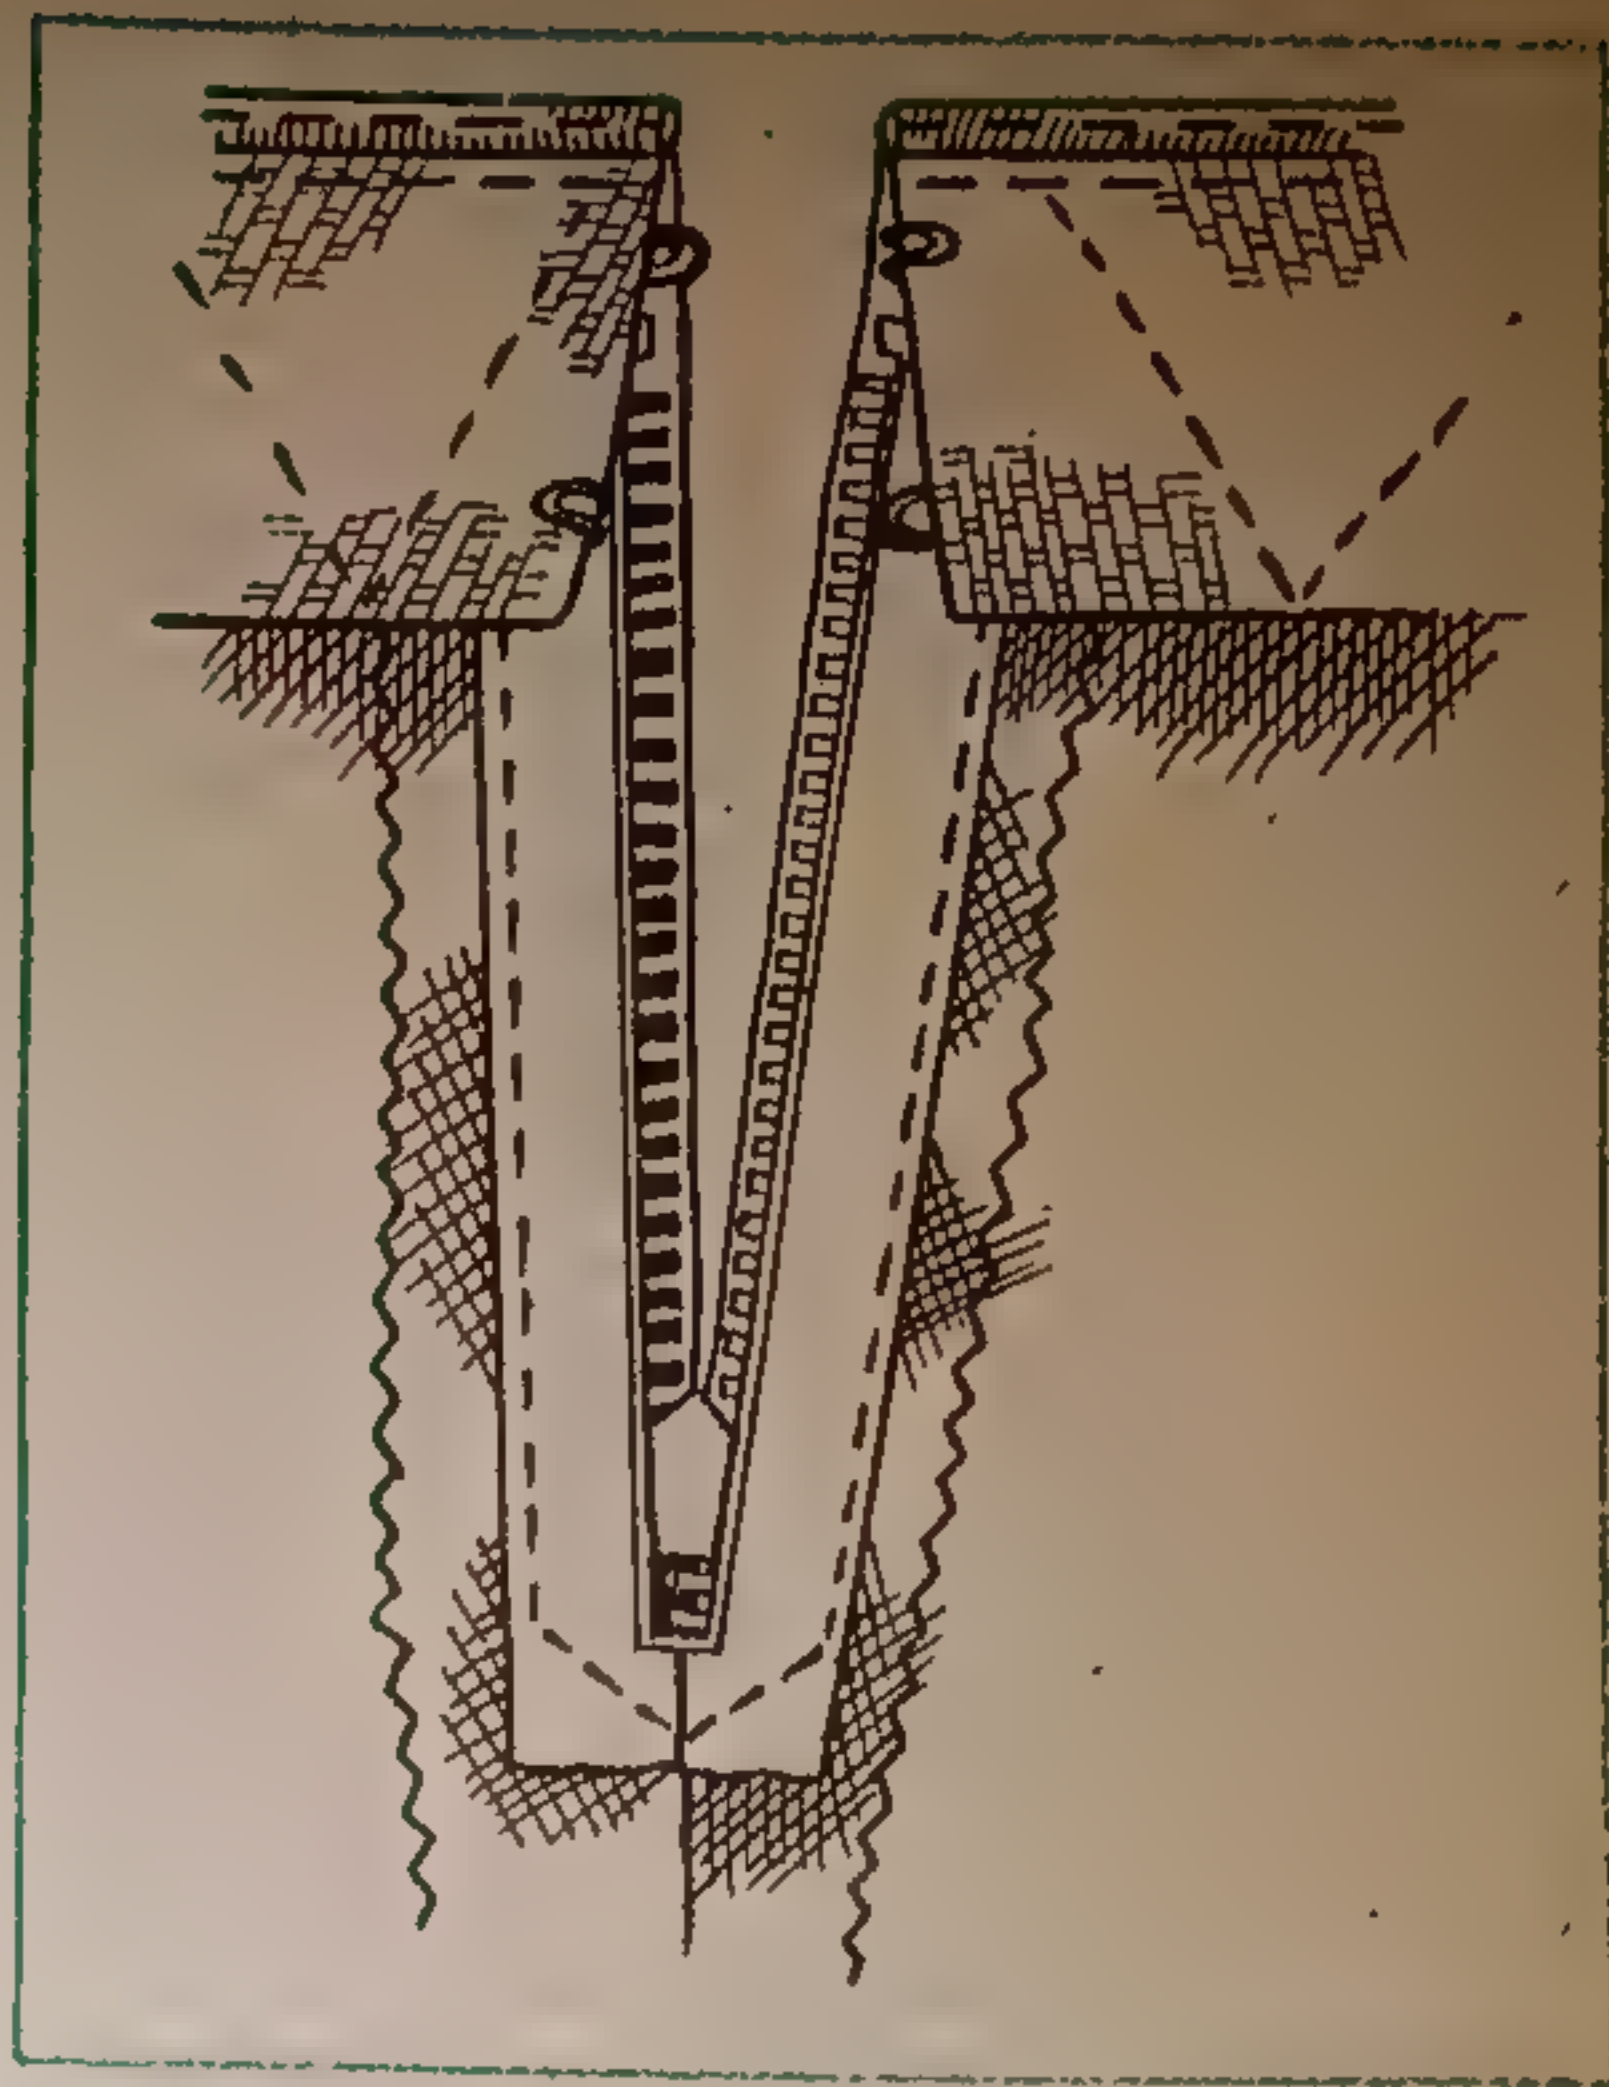

Рис. 82.
- для того чтобы корсажная лента не деформировалась при носке, желательно выстрочить ее (рис. 82);